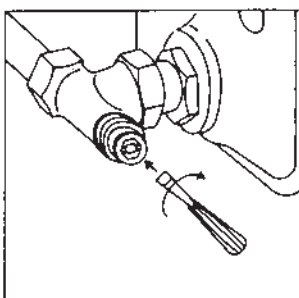

Bild 3
- 1.4 Затем шток вентиля с помощью отвертки повернуть вправо до упора (рис. 3, только для „Combi 4“).
Важно: Для последующего изменения значения преднастройки сначала отверткой (рис. 3), поворачивая влево, ослабить шток вентиля. Затем изменить величину преднастройки с помощью шестигранного ключа № 4 (1).